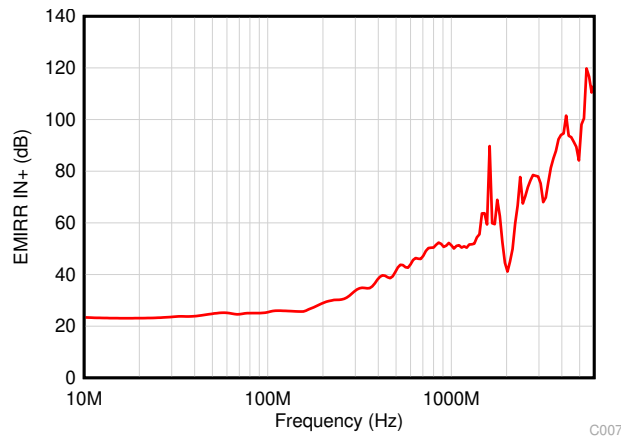

图 6-2. EMIRR 测试
OPAx391 通过集成电磁干扰 (EMI) 滤波来降低无线通信设备、混合使用模拟信号链和数字元件的高密度电路板等干扰源产生的 EMI 干扰影响。通过电路设计技术可改进 EMI 抗扰度; OPAx391 受益于这些设计改进措施。德州仪器 (TI) 已经开发出在 10MHz 至 6GHz 扩展宽频谱范围内准确测量和量化运算放大器抗扰度的功能。图 6-2 显示了对 OPAx391 执行此测试的结果。表 6-1 列出了 OPAx391 在实际应用中常见特定频率下的 EMIRR IN+ 值。表 6-1 列出的应用可在下图给出的特定频率或其近似频率下运行。有关详细信息也可参阅 运算放大器的 EMI 抑制比应用报告, 可从 www.ti.com 下载此报告。
OPAx391 的 EMIRR +IN 与频率间的关系图如图 6-2 所示。OPAx391 单位增益带宽为 1MHz。低于该频率的 EMIRR 性能表示存在位于运算放大器带宽内的干扰信号。